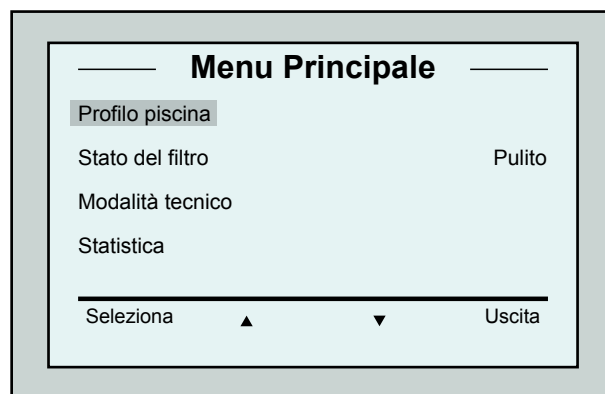

Figura 6: Il menù principale
Dolphin Wave è progettato per gestire 4 diverse configurazioni di piscina che, una volta impostate, sono memorizzate nell'interfaccia MMI. Il funzionamento del robot è stato impostato in fabbrica secondo parametri predefiniti di piscina, che possono essere reimpostati. Si invita alla consultazione della prima schermata *Menu Principale*, in Figura 6 e di Impostazioni Customizzate, a pagina 39.
2. Premere Menu per aprire il *Menu Principale* (Figura 6).